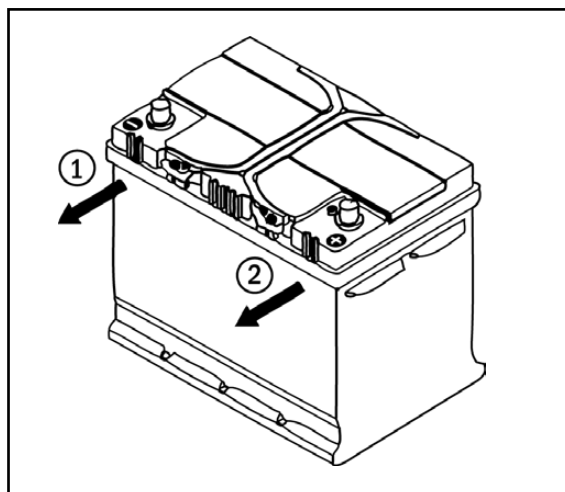

рис. 1: Отсоединение аккумуляторной батареи
- Отсоединяйте сначала клемму МИНУС, а затем — клемму ПЛЮС (см. рис. 1).